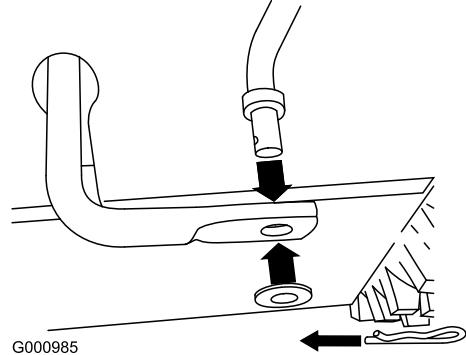

Figura 5
- Togliete la coppiglia a forcina e la rondella dal lato inferiore dell'asta di comando della velocità ed inserite il lato inferiore dell'asta nel braccio articolato inferiore, in modo che il lato curvo dell'asta di comando della velocità sia rivolto indietro (Figura 5).